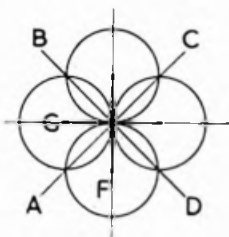
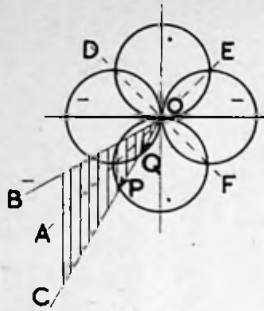
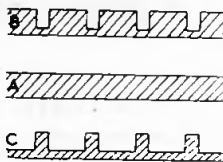
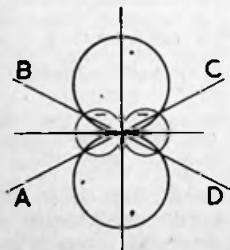

Fig. 3
Fig. 4
Fig. 4a
Fig. 5
Voegt men hierbij nog een tweede raamsysteem (fig. 3) dat loodrecht hierop staat, en dat met een faseverschuiving van 90° t.o.v. het eerste stel wordt gevoed, dan ontstaan er vier cirkels, nl. twee afkomstig van ieder raam. Wordt dit raam als peilraam gebruikt, dan wordt dit Bellini-Tosi of kruisraam genoemd. Er zijn nu in totaal vier richtingen, waarin de ramen even sterk uitstralen, nl. OA, OB, OC en OD.
- door de ramen met behulp van een seilgever te sleutelen in punt-streep rhythmie. Een van de ramen (F in fig. 3) wordt dan in punten gesleuteld, het andere in strepen, waarbij de punten en strepen elkaar juist aanvullen (fig. 4) (Radio range, SBA systeem);
Stel dat het raam F (fig. 3) in een punten-rhythmie wordt gesleuteld en daarmee ook het door dit raam uitgestraalde veld. Bevinden we ons in het verlengde van F, dan horen we alleen punten, G wordt in strepen gesleuteld en in het verlengde van het raam horen we dus alleen strepen.
In de richting A in fig. 4 is de uitzending van punten en strepen even sterk; beide signalen vullen elkaar precies aan, zodat we een constante toon horen (A in fig. 4a). De hele uitzending is gemoduleerd met 1020 Hz. In de richting B zijn de strepen
Het is niet noodzakelijk dat deze benen precies loodrecht op elkaar staan, wat in fig. 4 het geval is. Maken we de veldsterkte, die door één der ramen wordt uitgestraald, groter dan die uitgestraald door het andere raamsysteem, dan draaien de richtingen van gelijke veldsterkte volgens fig. 5. Zodoende
Ook de koersscherpte van dit baken is gering, te klein om als landingsbaken gebruikt te kunnen worden. Dit zien we direct uit fig. 4. Bewegen we ons vanuit de richting A naar de richting C, dan is de sterkte van de punten toenemend tot OP, de sterkte van de strepen is afgenomen tot OQ. Het ver-